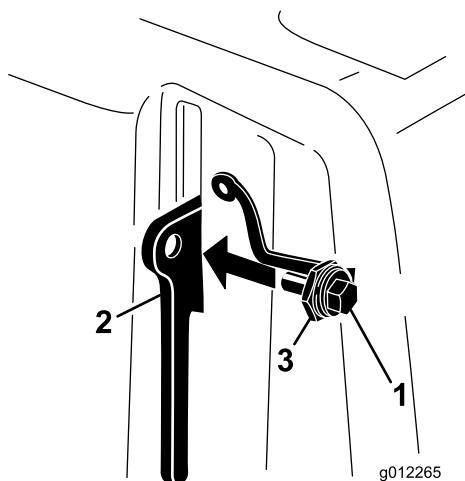

Figura 10
3. Aperte o parafuso na alavanca de bloqueio da cobertura da correia (Figura 10).